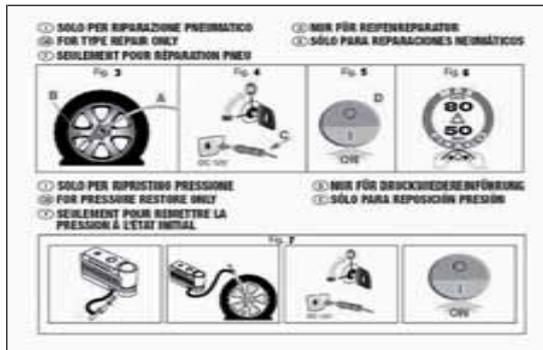

fig. 151
- un folleto informativo fig. 151, utilizado para usar correctamente el kit de reparación rápida. El folleto deberá entregarse al personal que manipulará el neumático tratado con el kit de reparación de neumáticos;